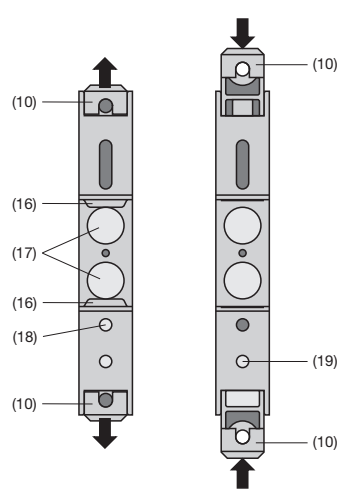

Bild 7. Geräteboden.
Sodann die Befestigungslaschen (10) des Messumformers herausziehen (Bild 7, links). Dabei die Entriegelung (18) in den Geräteboden drücken.
(10) Befestigungslaschen
(16) Schnappverschlüsse
(17) Gummipuffer
(18) Entriegelung zum Herausziehen der Befestigungslaschen
(19) Entriegelung zum Hineinschieben der Befestigungslaschen
Sollen die Befestigungslaschen wieder zurückgeschoben werden, dann muss man die Entriegelung (19) und die Befestigungslaschen (10) gleichzeitig in den Geräteboden drücken (siehe Bild 7, rechts).